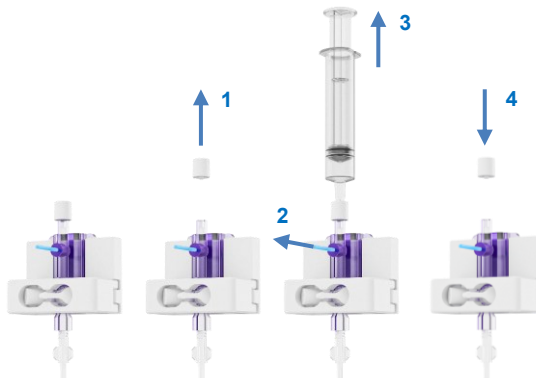

Abbildung 22 Entlüften des Drucksensors
- Setzen Sie die weiße Kappe auf den Oxygenator (Abbildung 22).
- Nehmen Sie die Kappe oben am Drucksensor ab und setzen Sie eine sterile Spritze auf den Anschluss (Abbildung 22; Schritt 1).
- Zum Befüllen der Druckleitung und Entfernen der Luft ziehen Sie an der blauen Vorrichtung (Abbildung 22; Schritt 2), während Sie mit der Spritze aspirieren (Schritt 3). Stoppen Sie den Vorgang, sobald die Luft entfernt wurde.
- Setzen Sie die Kappe wieder auf den Drucksensor auf (Abbildung 22; Schritt 4)